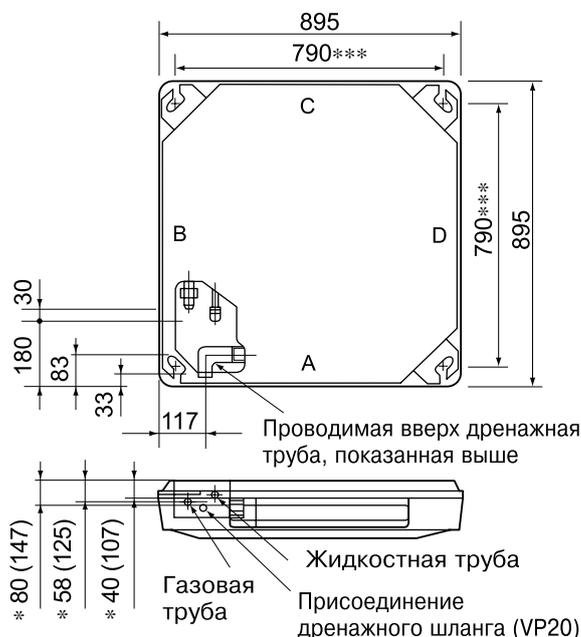

Рис. 8
1. Взаимосвязь между отверстиями для комнатного блока, расположением подвесного болта, прохождением трубопровода и электрической проводки. (См. рис. 8)